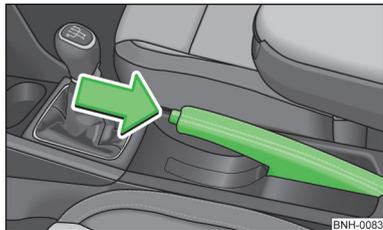

Fig. 64
- Tirez légèrement le levier de frein à main vers le haut et enfoncez **en même temps** le bouton de verrouillage » fig. 64.